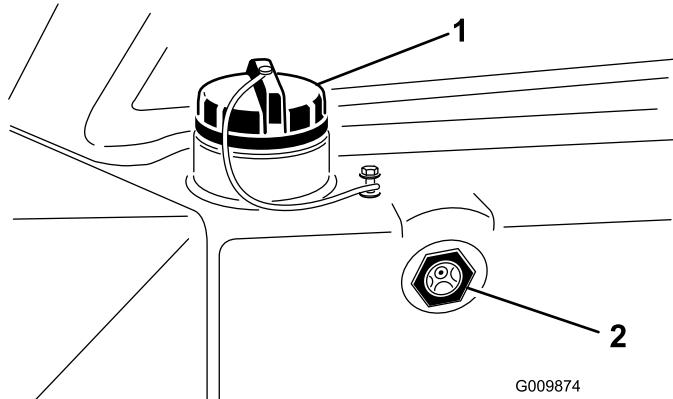

Figura 29
- Compruebe el nivel de aceite observando la mirilla (Figura 29).
- Si el nivel de aceite no llega al menos a la parte inferior de la mirilla cuando el aceite está frío, retire el tapón del depósito de aceite hidráulico (Figura 29) y llene lentamente el depósito con aceite hidráulico de alta calidad hasta que el nivel llegue a la parte inferior de la mirilla. **No llene demasiado.**